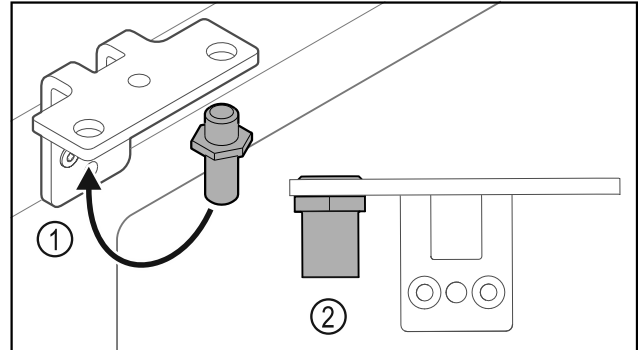

Fig. 23
- Bouten Fig. 23 (1) naar de scharnierhoek verplaatsen.
- Bouten Fig. 23 (2) met **aanhaalmoment van 12 Nm** vastdraaien.